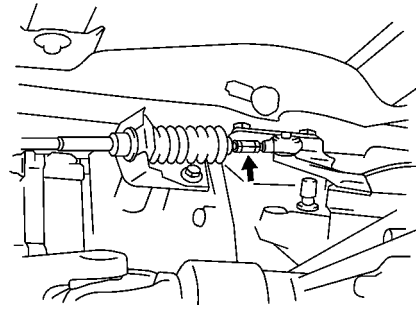

图 12-50 调整控制钢索的长度
(2) 调整控制钢索的长度。在操纵箱和换挡杆的螺钉顶部之间保持标准间距的条件下，调整控制钢索的长度，如图 12-50 所示。